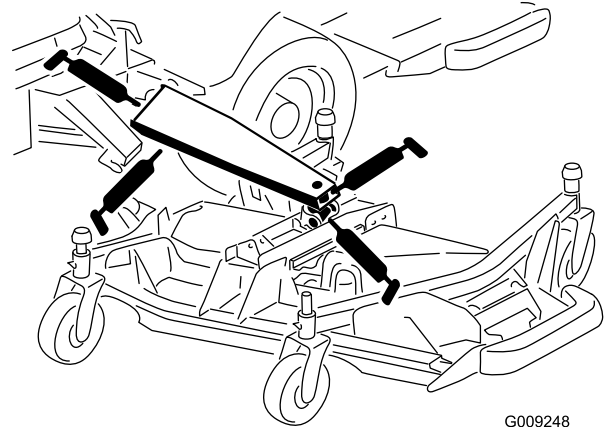

Figura 92
- 3 casquilhos do braço de elevação principal (Figura 92)
- 1 casquilho do cilindro de elevação (Figura 92)